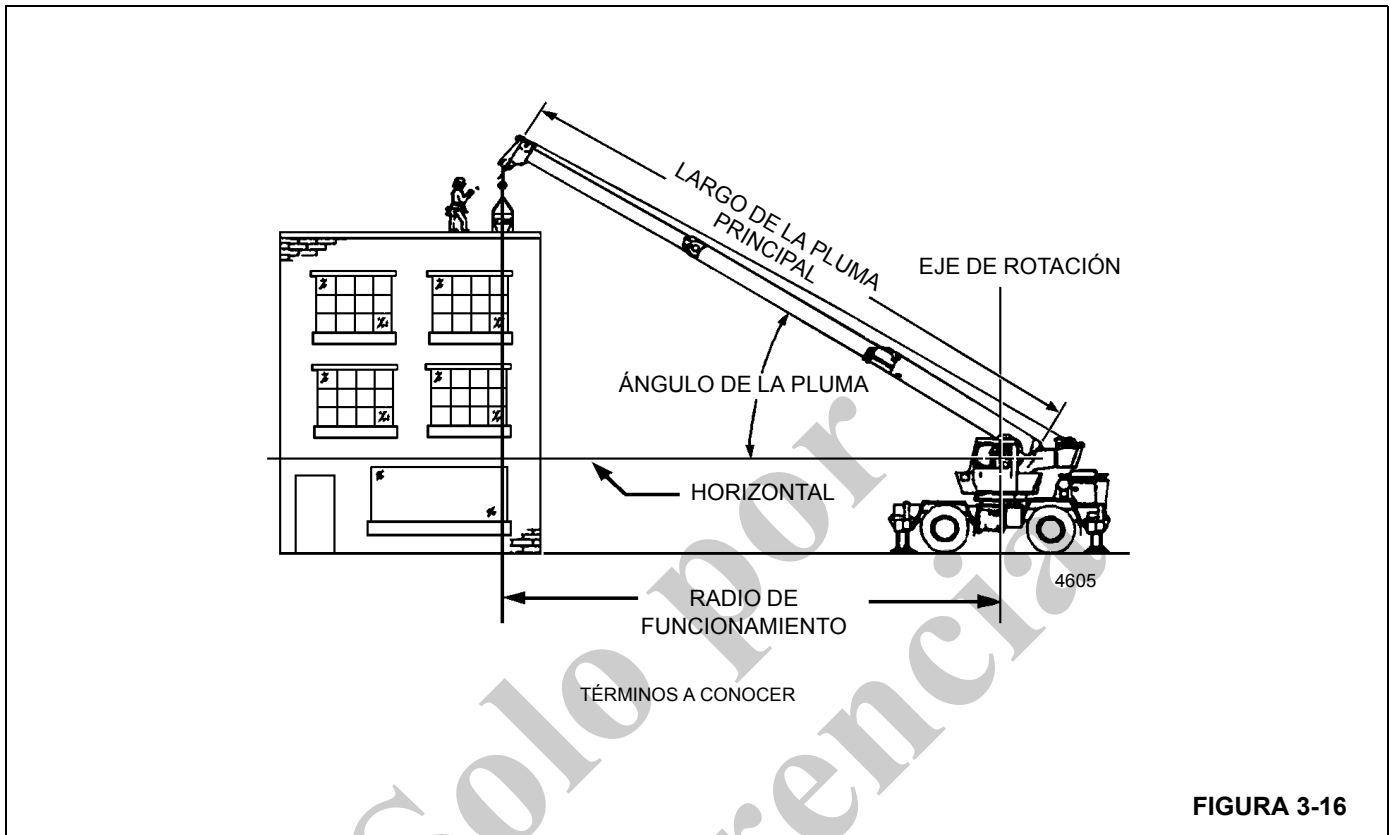

FIGURA 3-16
**NOTA:** Consulte la Figura 3-16 para la nomenclatura que debe conocerse para determinar las capacidades de elevación.